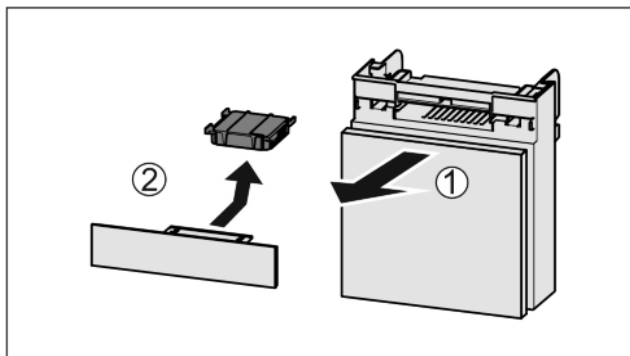

Fig. 49
- ▶ Predal izvlecite Fig. 49 (1) naprej.
- ▶ Odstranite Fig. 49 (2) aktivni ogljeni filter.